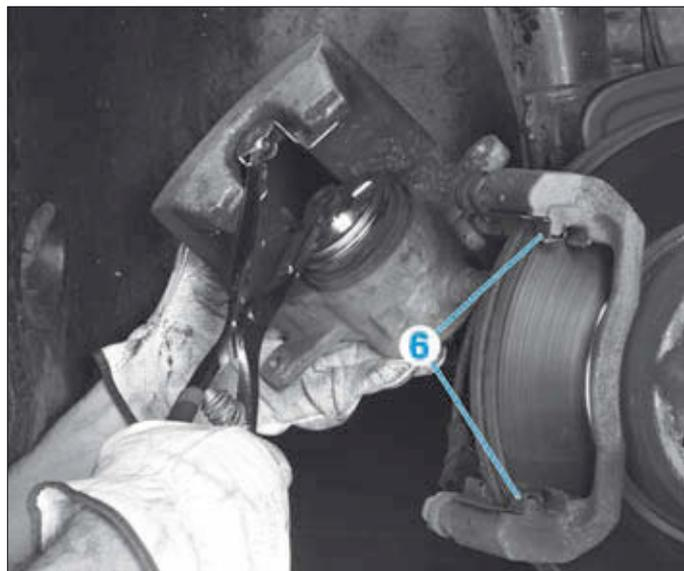

FIG. 3
- Repousser complètement (de préférence à l'aide d'un outil approprié) le piston de l'étrier (Fig.3).
- Si fournies, remplacer les agrafes (6).